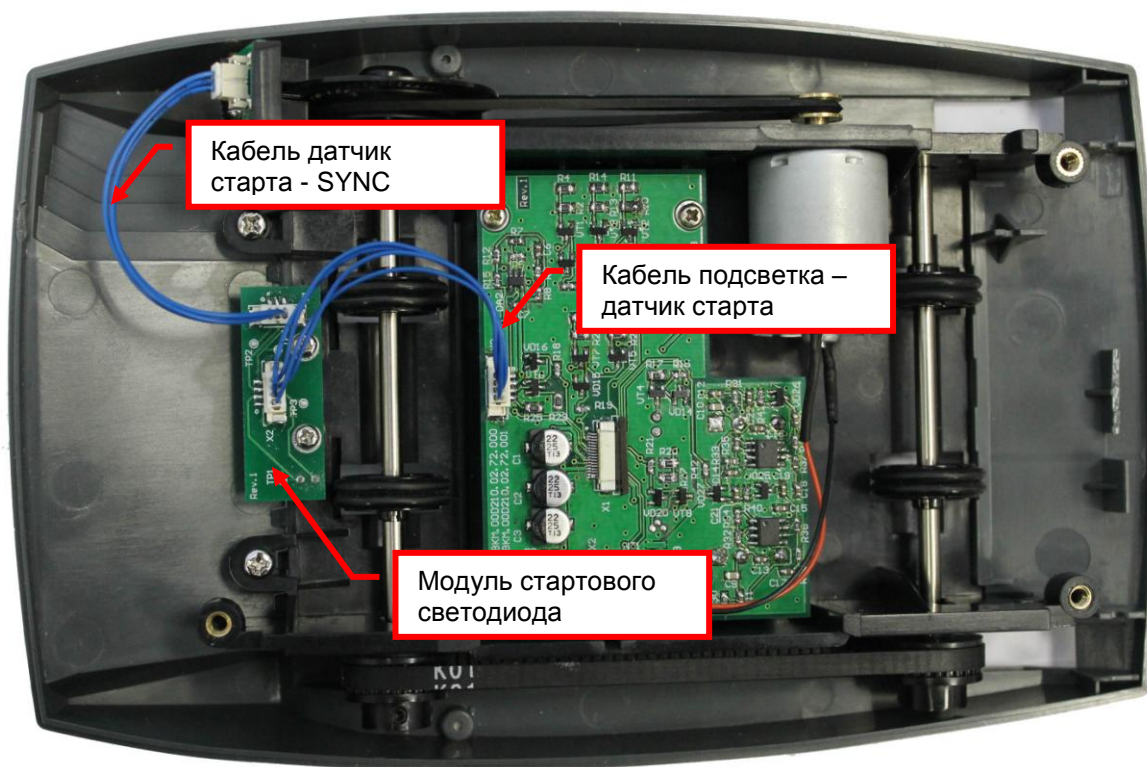

Рис. 8.23
8.10.2 Отсоедините кабель подсветка-датчик старта ЕВКМ.00D210.00.74.000 от разъема X2 модуля стартового светодиода. Отсоедините кабель датчик старта - SYNC ЕВКМ.00D210.00.75.000 от разъема X1 модуля стартового светодиода (см. рис.8.23).